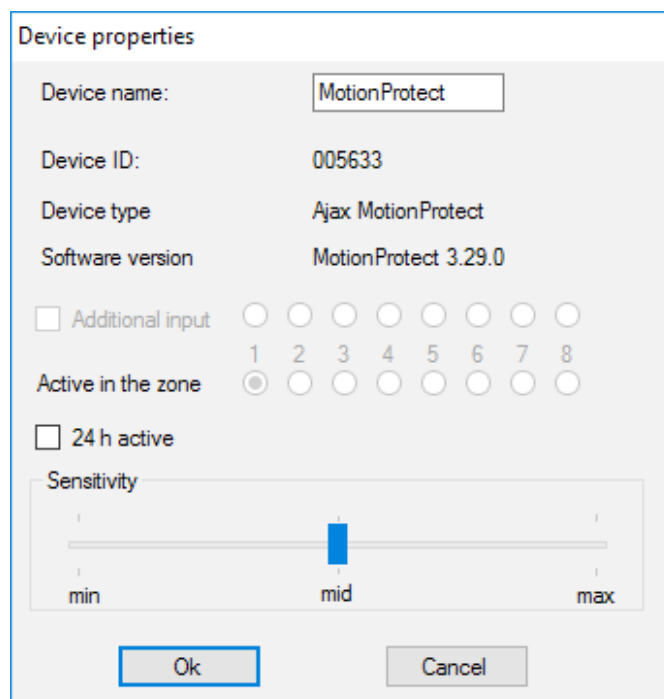

Imagen 5. El menú de propiedades del sensor permite registrar el sensor en la zona
3. Si el sensor se registró por error en una zona incorrecta, haga clic en el botón «**Propiedades**». Aparecerá la ventana de configuración que le permitirá seleccionar una nueva zona para el sensor (Imagen 5). El menú de propiedades del sensor también se puede abrir haciendo clic en el botón correspondiente frente al sensor en la lista general de sensores en el árbol «Dispositivos de radio».
Cuando se conecta un sensor de cable adicional a la entrada digital externa del sensor inalámbrico, active la casilla de verificación «**Entrada adicional**» en las propiedades (Imagen 5). Si un sensor (por ejemplo, un LeaksProtect) está diseñado para funcionar 24 h, active en las casillas de verificación «**Activo 24 h**». Los sensores de 24 h y los sensores normales no deben colocarse en la misma zona. Ajuste la sensibilidad del sensor si fuera necesario.